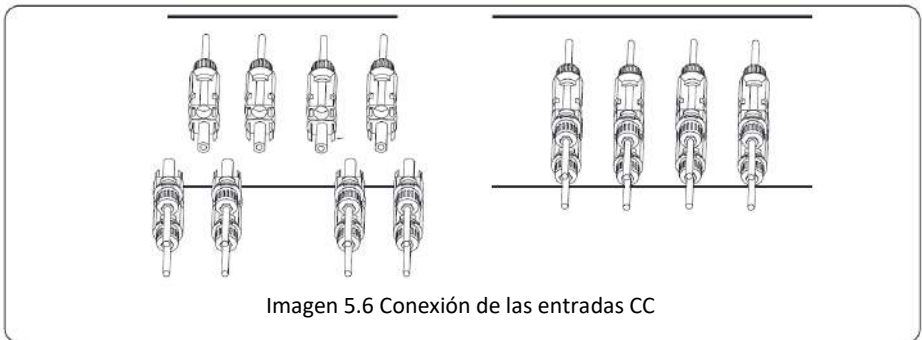

Imagen 5.4 Crimpe el pin de contacto al cable
- b) Crimpe los terminales de metal con una crimpadora como se muestra en la imagen 5.4